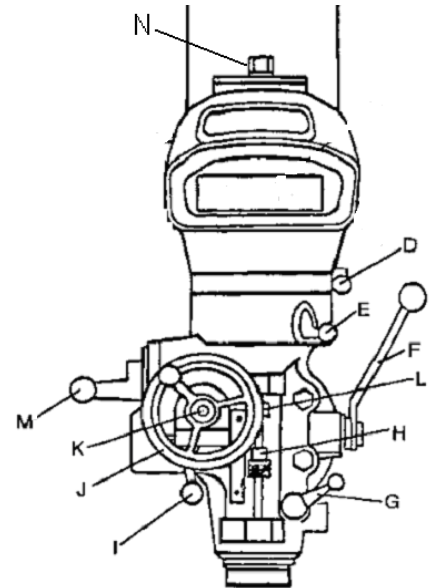

Рис.4
Ступень передачи разрешается переключать только при остановленном шпинделе и моторе. (В) Ослабьте стопорные ручки кожуха ремня (А, Рис. 4) и откройте кожух.
Маховик точной регулировки пиноли (J, рис. 4) вы можете активизировать посредством рычага (I) Вкл/Выкл подачи при сверлении.